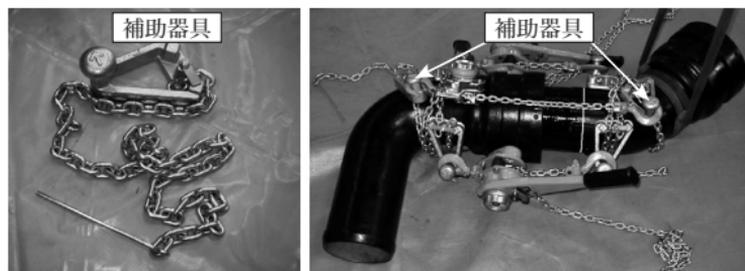

図26 補助器具のセット
(2) 接合例2(図26参照)
3点引きできるように、図26のように受口と挿し口に補助器具を取り付けて接合する。